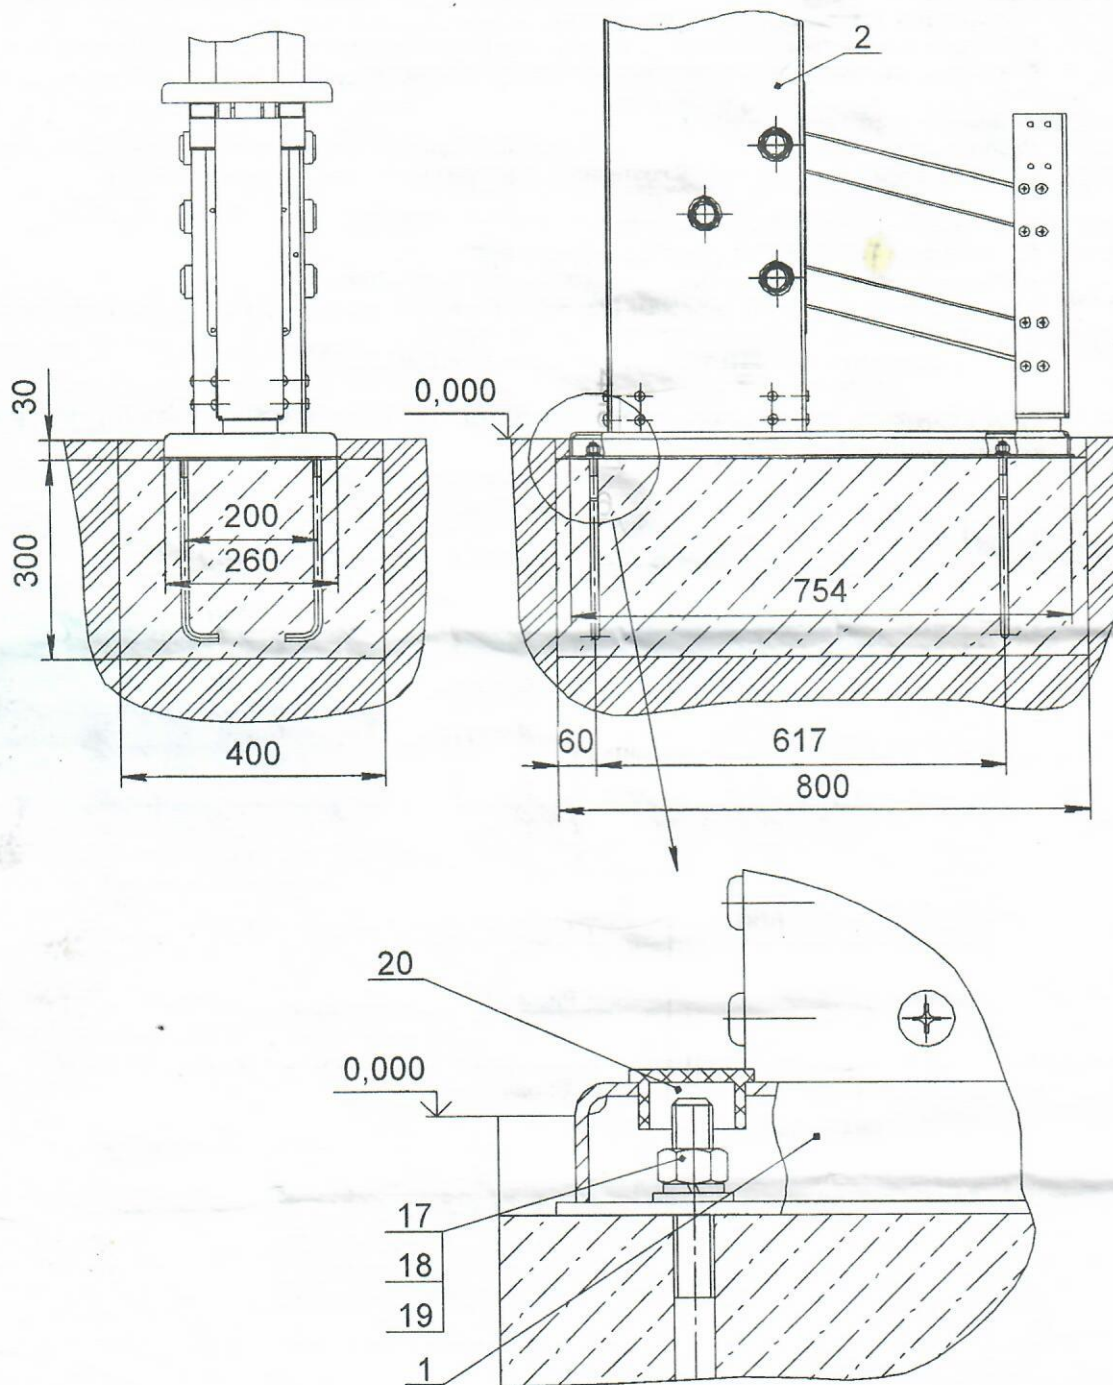

Рис.4
10.3.2 Убедиться в сухости и прочности залитого бетона. Установить платформу со стойкой (поз. 1; 2) на анкерные болты и закрепить, установить заглушки поз.20 (рис.4):